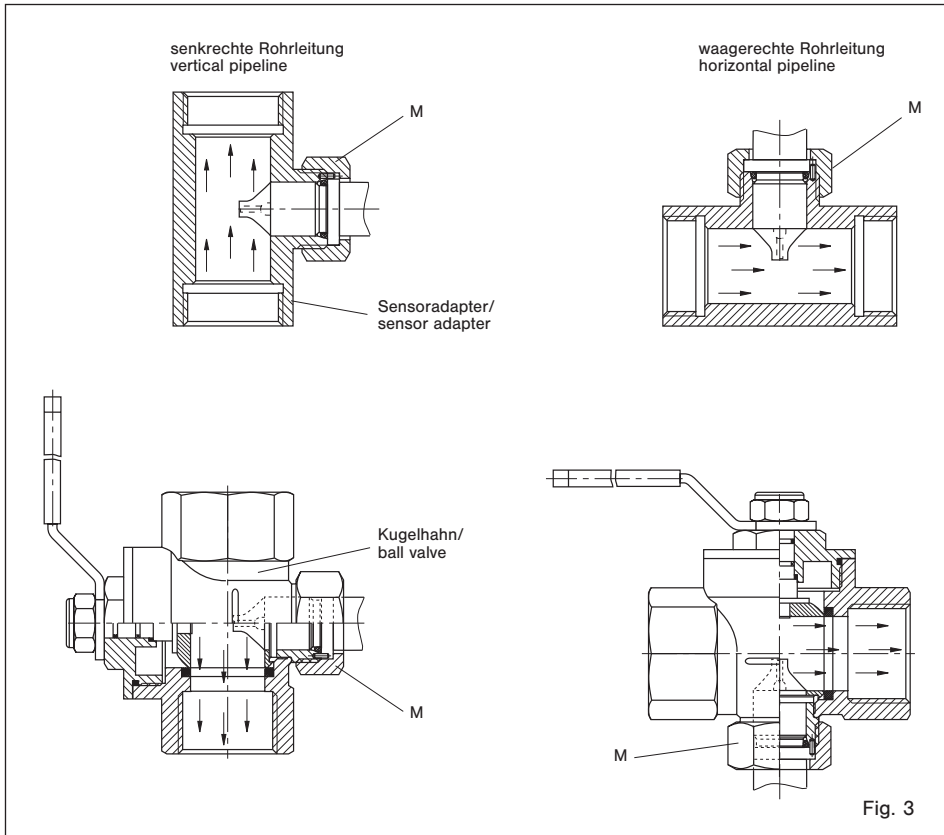

Fig. 3
- 4 Den Strömungsmesser in den Sensoradapter bzw. Kugelhahn einstecken und mit Mutter (M) (siehe Fig. 3) festschrauben und abdichten.
- 4 Plug flow meter into sensor adapter or ball valve, secure with nut (M) (see fig. 3) and seal.